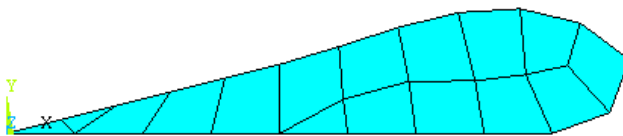

图10.15 截面网格划分结果
(11) 单击【Mesh Tool】窗口中的  按钮，选择图形视窗中生成的机翼截面，单击【OK】按钮，可对面进行网格划分。如图 10.15 所示。